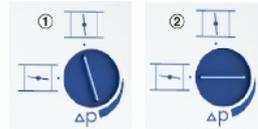

Abb. 2: Anzeige der Regelklappenstellung
- 6 Anzeige Regelklappenstellung ⇒ Abb. 2